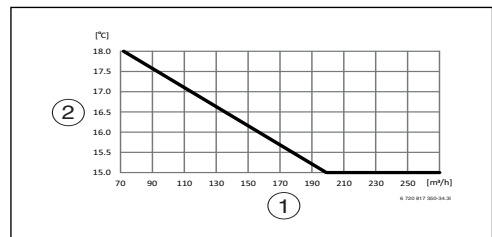

Bild 1 Lägsta temperatur på inkommande luft för kompressordrift
- ▶ Se diagrammet för inställning av lägsta temperatur i förhållande till luftflödet (→Bild 1).